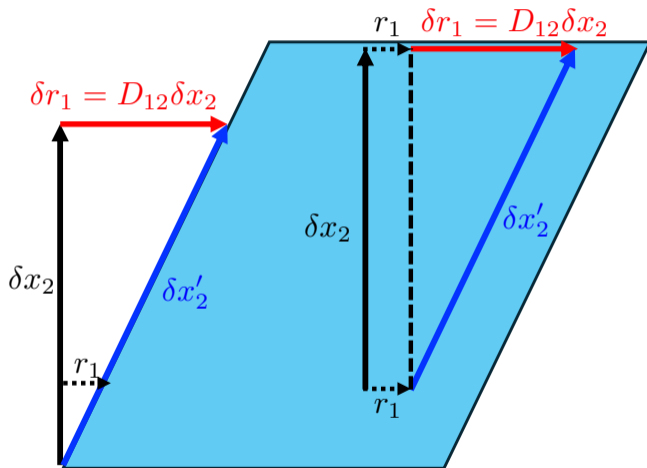

図 1: 単純剪断変形における変位と変形勾配テンソルの関係. 基準点を变化させた場合.
4.2.1. 変形勾配テンソルと歪みテンソル (2)
- また図 1 の通り、例えば均一な単純剪断変形を与えた場合、いずれの位置を基準にとっても、変形勾配テンソルが一様になることがわかる。
4.2.1. 変形勾配テンソルと歪みテンソル (3)